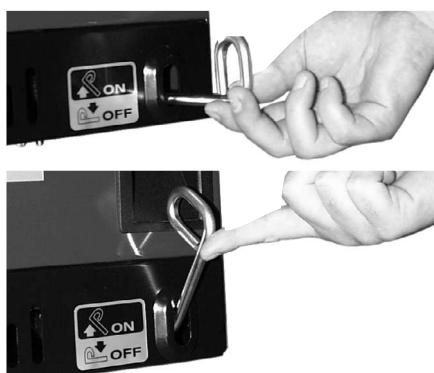

Fig. 2.5 - Mise en marche du distributeur CUBE
- Soulever le support (ON) (Fig. 2.5).